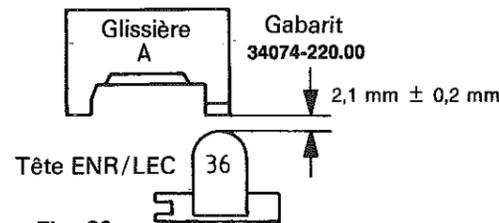

Fig. 20
- Déplacer la glissière A du gabarit vers la tête ENR/LEC 036. On doit obtenir un écart de 2,1 mm \pm 0,2 mm entre le levier palpeur et la tête ENR/LEC (Fig. 20).